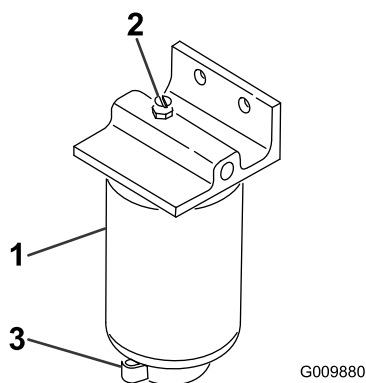

Figura 55
3. Afloje la válvula de vaciado en la parte inferior del cartucho del filtro (Figura 55).
2. Limpie la zona de montaje del cartucho del filtro (Figura 55).